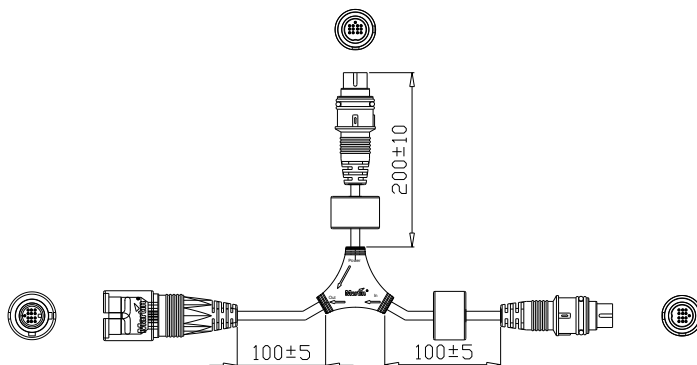

Рисунок 7: Монтажный кабель Tripix Power
- 3-канального монтажного кабеля (см. Рисунок 7), P/N 91611339, который используется для подключения устройства Tripix Power и сигнала DMX к устройствам Tripix.